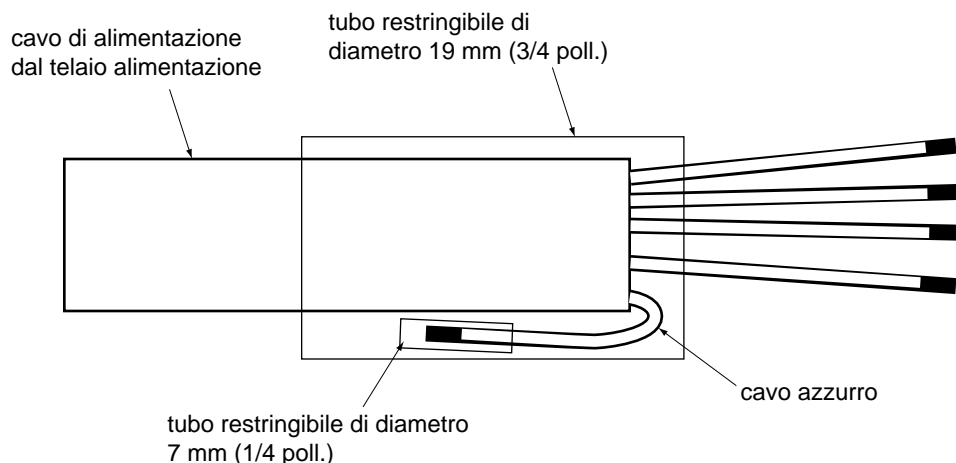

Figura 2-18. Isolamento del conduttore azzurro nel cavo di alimentazione
4. Porre la tubazione restringibile da 7 mm sull'estremità del conduttore azzurro nel cavo di alimentazione e utilizzare una pistola termica per applicarla. Vedere la Figura 2-18.